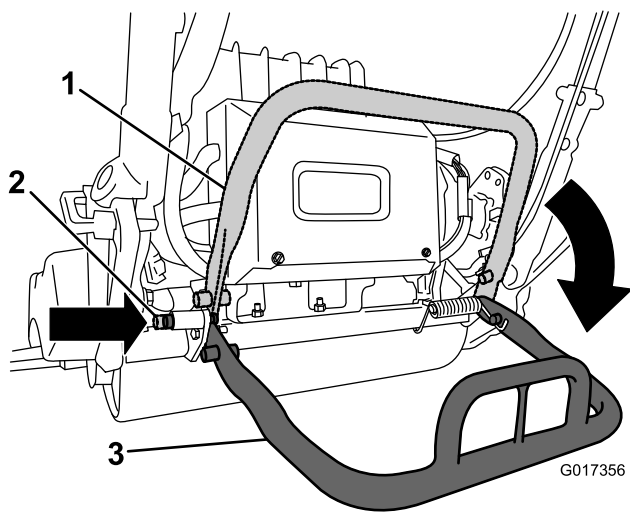

Bild 8
2. Senken Sie den Ständer ab und drücken Sie den Arretierbolzen ein, um den Ständer in der Wartungsstellung zu arretieren (Bild 8).